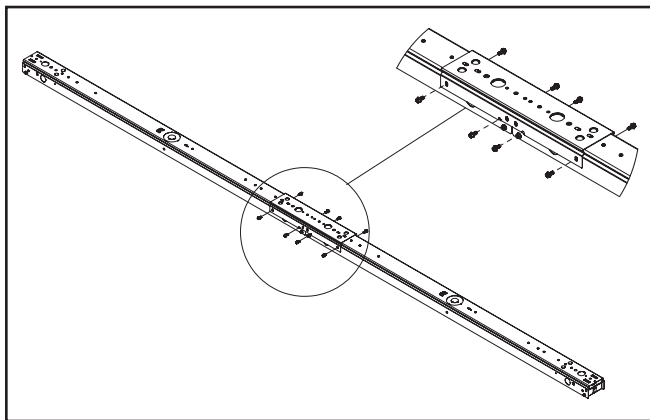

Figura 4.
4. Instale los tornillos para fijar el dispositivo de unión de canales. (Figura 4.)